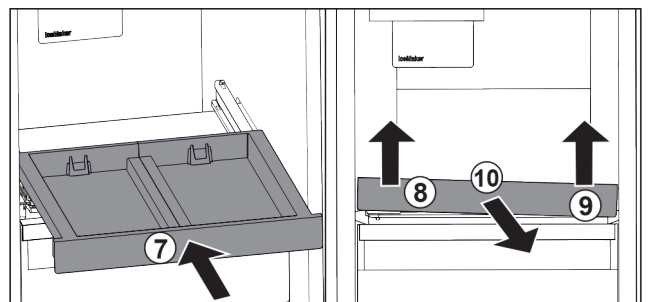

Fig. 35
- ▶ Wsunąć wysuwaną półkę. Fig. 35 (7)
- ▶ Unieść wysuwaną półkę z przodu po lewej. Fig. 35 (8)
- ▶ Unieść wysuwaną półkę z przodu po prawej. Fig. 35 (9)
- ▶ Wyjąć wysuwaną półkę do przodu. Fig. 35 (10)